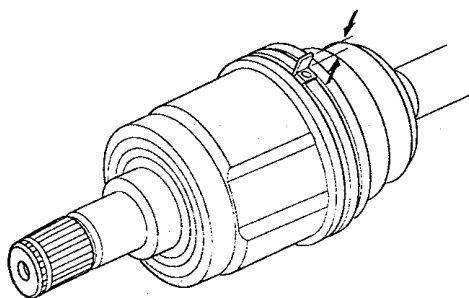

图 6-79 使卡环末端比卡夹
18) 松开护罩卡环工具,切除卡环的多余部分,如图 6-79 所示,使卡环末端比卡夹突出 5~10mm。